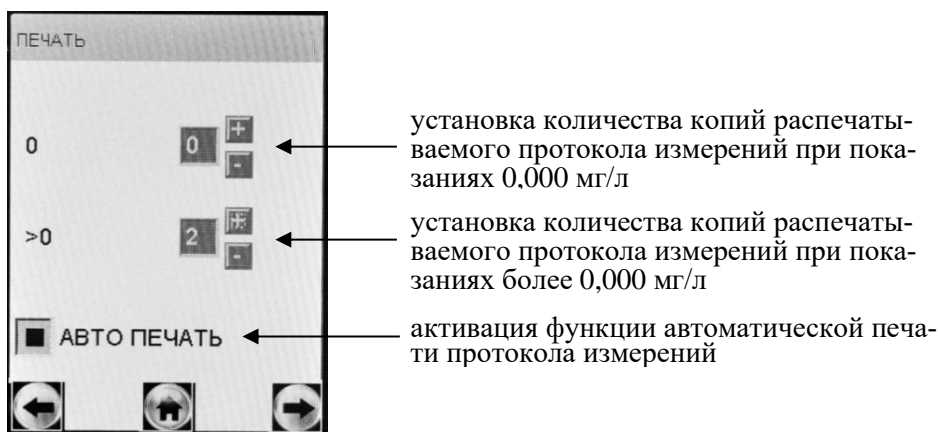

Рисунок 7 – Настройки печати
Имеется возможность устанавливать различное количество копий распечатываемого протокола измерений для двух случаев: при показаниях 0,000 мг/л, и при показаниях более 0,000 мг/л (рисунок 7).
2.5.4.3 Перейдите в меню «Установки пользователя» (согласно 2.5.2 настоящего РЭ), далее нажмите на кнопку «ПЕЧАТЬ» (рисунок 5), на экране появится окно «ПЕЧАТЬ» (рисунок 7).
матической печати, нажав на квадратик «АВТО ПЕЧАТЬ» (рисунок 7).